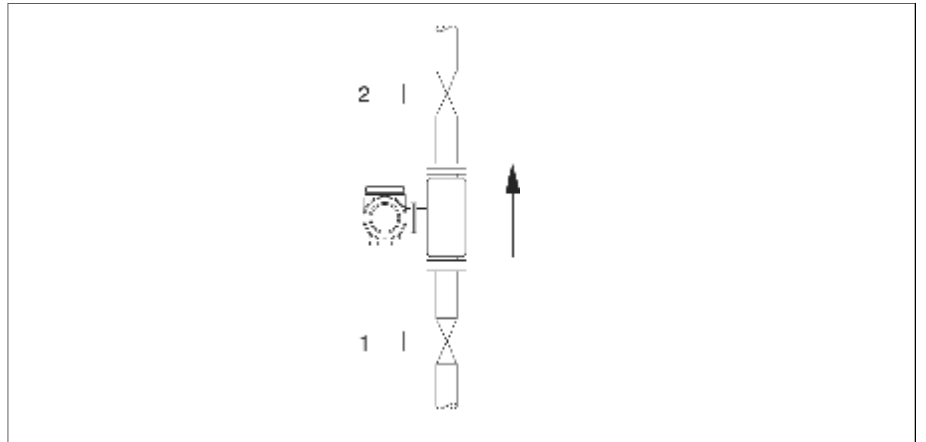

图24：零点校正和截止阀
- 零点校正必须在测量管内充满流体并且流速为零( $v=0\text{m/s}$ )的情况下进行。可通过在传感器前后安装截止阀或利用现有的阀门来满足此要求（图24）：